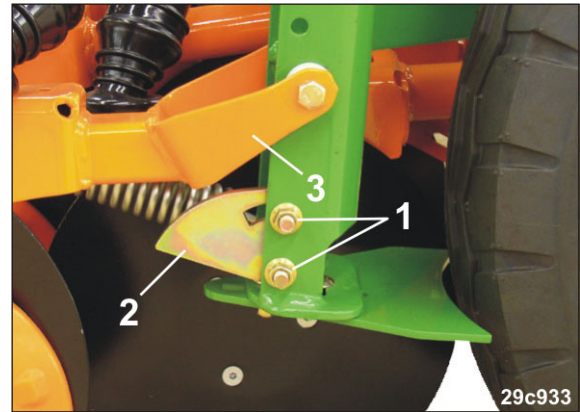

Fig. 178
2. Desfaceți piulițele (Fig. 178/1).
3. Reglați adâncimea de aplicare a semințelor de către brăzdarul exterior (Fig. 178/3) prin rotirea discului curbat (Fig. 178/2).